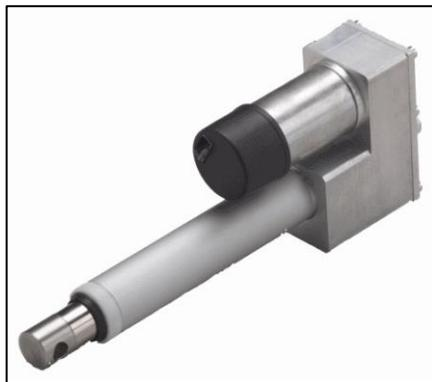

Figura 1.9 Accionamiento lineal eléctrico.
- **Accionamientos lineales eléctricos:** Estos sistemas son accionados por motores eléctricos, son más económicos que sus contrapartes hidráulicas y neumáticas, tienen el beneficio de una transmisión de energía más limpia, más simple y más eficiente. La integración es más sencilla, con controles programables. El mantenimiento se minimiza porque no se requiere cambiar partes o lubricar, excepto en condiciones extremas. Se utilizan para el accionamiento de los movimientos principales de las máquinas CNC como los ejes, estos pueden ser instalados directamente en los desplazamientos eliminando las cadenas de transmisión disminuyendo los juegos y las vibraciones (figura 1.9).